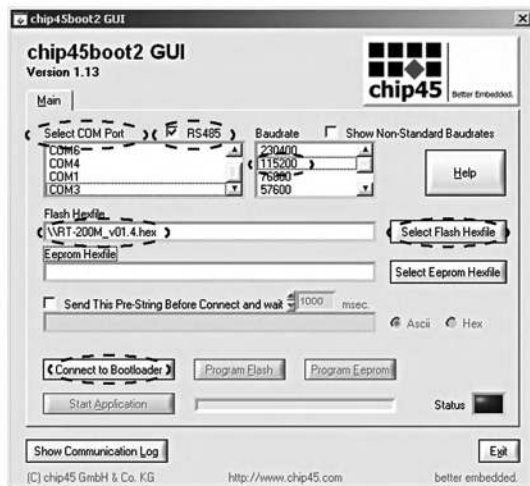

Рис. 25.
4. Запустить программное обеспечение «**Chip45boot2 GUI V1.12**», Рис. 25;
6. Нажать кнопку «**Select Flash Hexfiles**», и выбрать файл микропрограммы последней версии регулятора температуры: PTM-2000\_vX.X.hex\*, Рис. 25
7. Нажать кнопку «**Connect to Bootloader**», Рисунок 25;